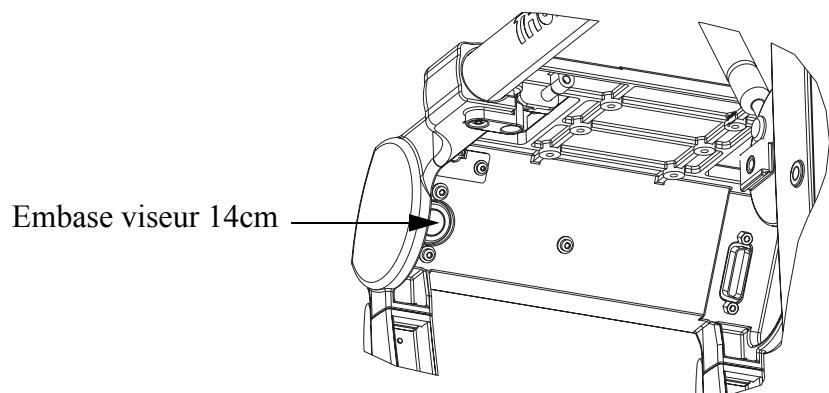

Figure 2.10: Localisation de l'embase du viseur 14cm
- 1) Engager le support du viseur (1) sur la plaque support (2).
- 2) Visser les 2 vis de fixation (3).
- 3) Connecter le viseur sous le clavier. Se référer à la Figure 2.10: Localisation de l'embase du viseur 14cm.